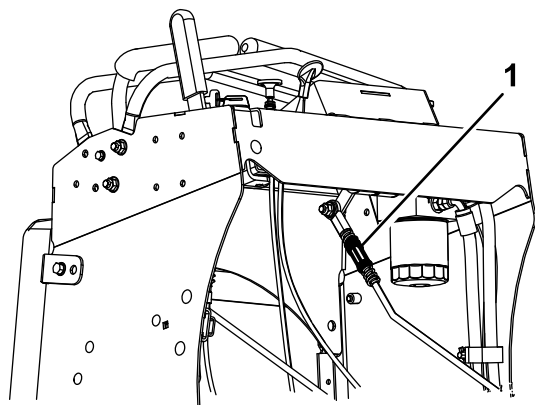

Bild 47
5. Drehen Sie die Einstellstange auf der linken Seite der Maschine (Bild 47).